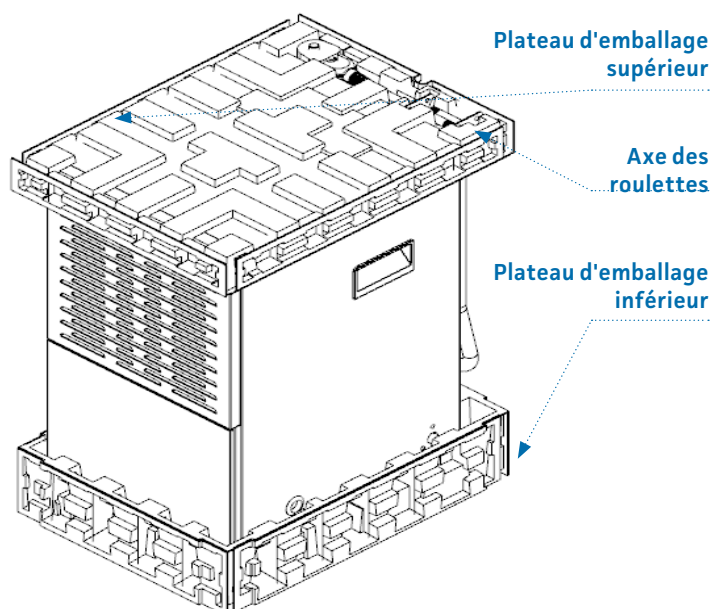
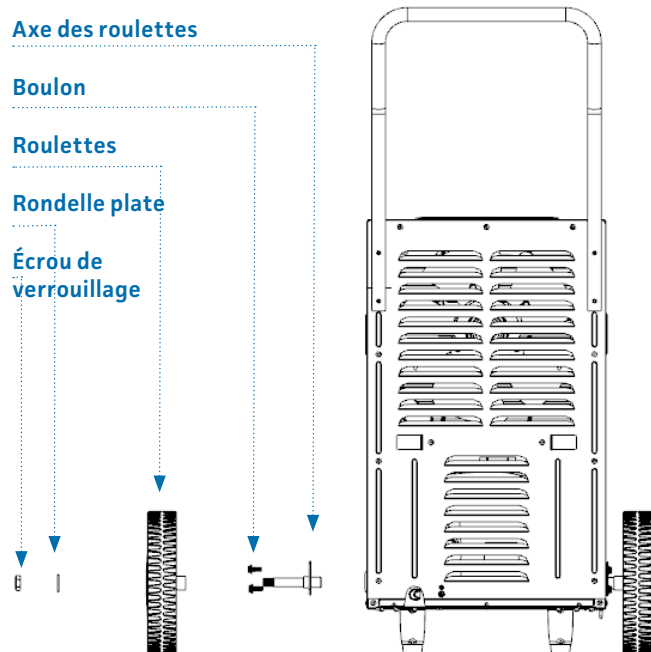

Figure 3
Figure 5
2. Installation des roulettes : Retirez l'axe des roulettes du plateau d'emballage supérieur et les roulettes du plateau d'emballage inférieur. Installez l'axe des roulettes sur l'un des côtés de la plaque de base. Fixez-le dans les orifices de montage de la plaque de base à l'aide de trois vis. Montez ensuite les roulettes sur l'axe et fixez-les à l'aide des écrous. L'emplacement des différents composants est indiqué aux figures 3 et 4. La procédure de montage est illustrée à la figure 5.